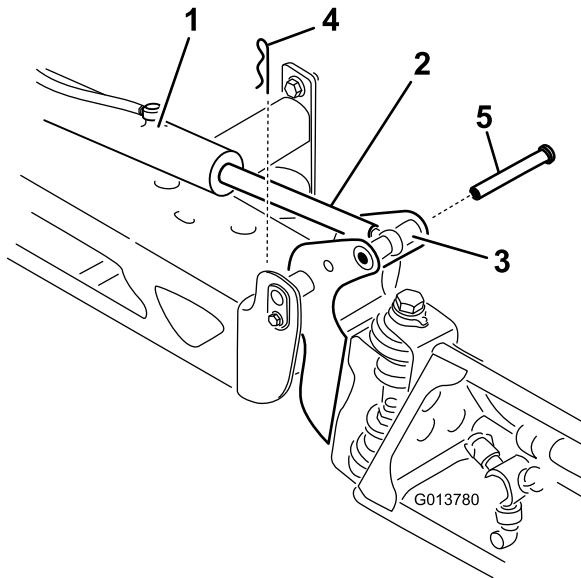

図 69
7. ブームを支えながら、ブームのピボットとアクチュエータロッドにクレビスピングを通す図 69。